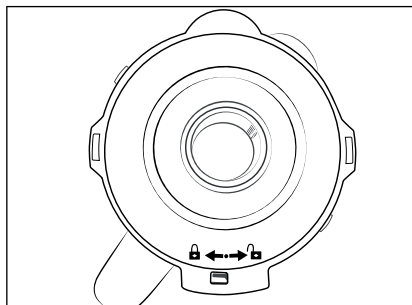

Fig. 1
- 1) Rotiți recipientul de amestecare ③ în sens antiorar până când mânerul recipientului de amestecare se află deasupra poziției . Scoateți accesoriul de amestecare ③ drept, în sus din blocul motor ⑥.
- 2) Îndepărtați capacul ② rotindu-l în sens antiorar, în poziția  (a se vedea fig. 1), până când îl puteți ridica.
- 1) Scoateți accesoriul de amestecare ❸ din blocul motor ❹. Pentru o stabilitate mai bună, îndepărtați capacul ❷ rotindu-l în sens antiorar în poziția ❶ (a se vedea fig. 1), până când îl puteți ridica.
- 2) Așezați aparatul cu capul în jos și rotiți ac-cesoriul cu cuțit de tăiere ❹ în sens antiorar, astfel încât să se poată desprinde de recipien-tul accesoriului de amestecare ❸.